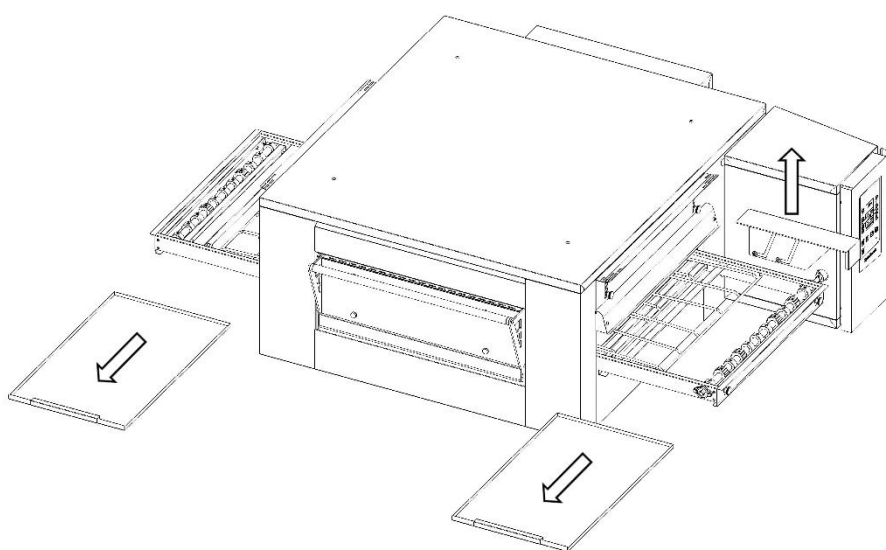

Fig.1A
2. Sacar los cajones de ingreso y salida de la bancada red (ver Fig.1A párrafo 9.3.1).
3. Sacar el cárter junta red soltándolo del gancho y moviéndolo hacia arriba (ver Fig.1A párrafo 9.3.1).
- 2.Retirar los cajones de entrada y salida de la bancada red (Fig. 1A).
- 3.Levantar el cárter de acoplamiento desplazándolo hacia arriba (Fig. 1A).